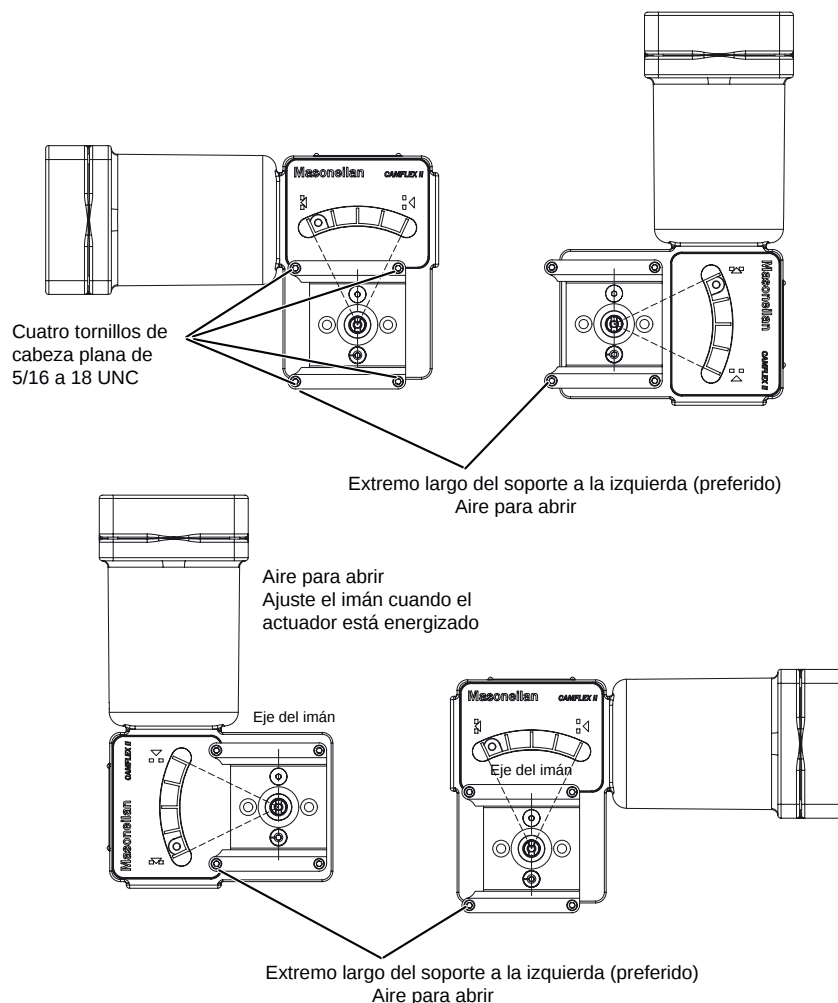

Figura 8 - Montaje de la válvula de control giratoria ATO y ATC Camflex II
1. Fije el soporte de montaje giratorio SVI3 al actuador de la válvula con dos tornillos de cabeza plana de 5/16 - 18 UNC y apriete con la llave hexagonal de 3/16" como se muestra en la Figura 8.
5. Rote el soporte del imán para que el eje magnético sea vertical cuando la válvula esté en posición de cerrado (vea la Figura 8). La Tabla 2 muestra las pautas generales para la alineación del sensor de recorrido. Revise la mesa antes de instalar el SVI3 en un actuador de válvula giratoria para una alineación adecuada del imán.